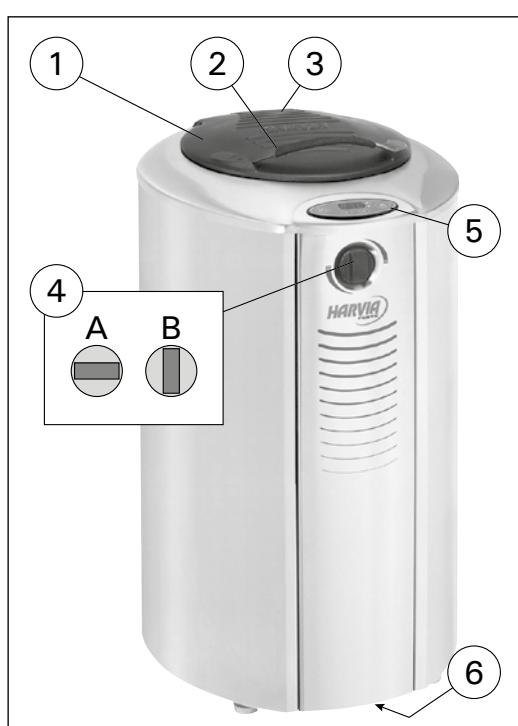
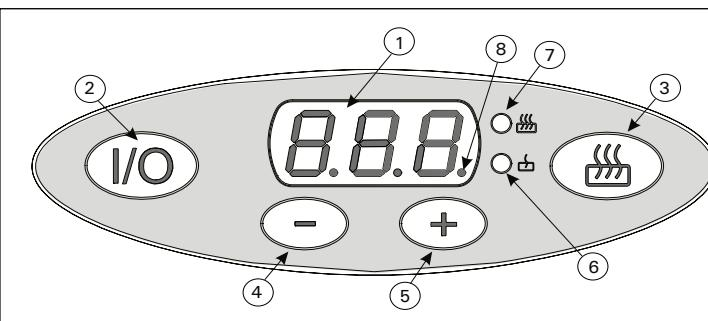

Рис. 1. Детали каменки
Рис. 2. Панель управления
Кнопка I/O используется для включения и выключения нагревательных элементов. Чтобы кнопка работала, должен быть включен электрический выключатель (см. рис. 1 и 5). Под кнопкой I/O горит индикатор, указывающий на то, что используется режим ожидания. При включении каменки на дисплее некоторое время показывается заводская настройка «220». Это наименьшая температура, которую можно задать. После этого на дисплее показывается значение от 40 до 60, соответствующее наименьшей температуре в пространстве для камней, которая может отображаться на дисплее.
Когда каменка включается на полную мощность (HI) с помощью кнопки управления, температура каменки устанавливается на уровне 300 °C. Это значение температуры нельзя задать с помощью кнопок регулировки температуры 4 и 5 (рис. 2). Если крышка каменки закрыта, когда каменка работает на полную мощность, то заданная температура в пространстве для камней (300 °C) достигается быстрее.
300 °C. Режим полной мощности включается только на один час, после чего каменка автоматически переключается в состояние LO: при этом загорается индикатор 6 (рис. 2). После первоначального прогрева необходимо закрыть крышку каменки и заслонку циркуляции воздуха. Если из пространства для камней исходит запах, крышку и заслонку можно оставить открытыми на некоторое время при работе каменки в режиме полной мощности (HI).
Когда крышка каменки 1 (рис. 1) и заслонка циркуляции воздуха 4 (рис. 1) открыты, поток воздуха, проходящий через горячие камни (около 300 градусов по Цельсию) и нагревательные элементы, начинает прогревать помещение. Чтобы компенсировать потери тепловой энергии, полученной камнями в режиме ожидания, за счет охлаждающего эффекта потоков воздуха и воды, выплескиваемой на камни, каменку во время принятия сауны следует перевести в режим полной мощности с помощью кнопки 3 (рис. 2). На дисплее некоторое время будут показываться буквы HI, указывающие на то, что используется режим полной мощности а индикатор 7 горит (рис. 2).
Во время принятия сауны используйте регулятор заслонки циркуляции воздуха 4 (рис. 1) для управления потоком воздуха. Регулятор влияет на положение заслонки, расположенной под пространством для камней. Регулятор следует сначала установить в полностью открытое положение, чтобы температура повышалась быстрее. Если температура растет слишком быстро, то ее можно регулировать, закрывая заслонку циркуляции воздуха. Попробуйте несколько разных положений, пока не найдете такое положение, при котором температура в сауне будет поддерживаться относительно постоянной.